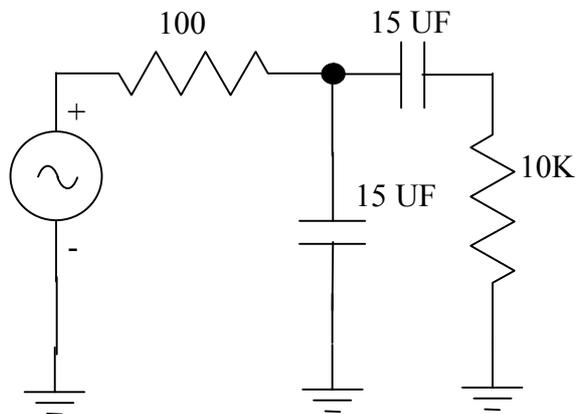

Рисунок 6.9 – Схема полосового фильтра
4.5 Выполнить анализ частотных характеристик схемы полосового фильтра (рисунок 6.9). Определить полосу пропускания по уровню -3 дБ и коэффициент передачи на средних частотах. Результаты предъявить преподавателю.